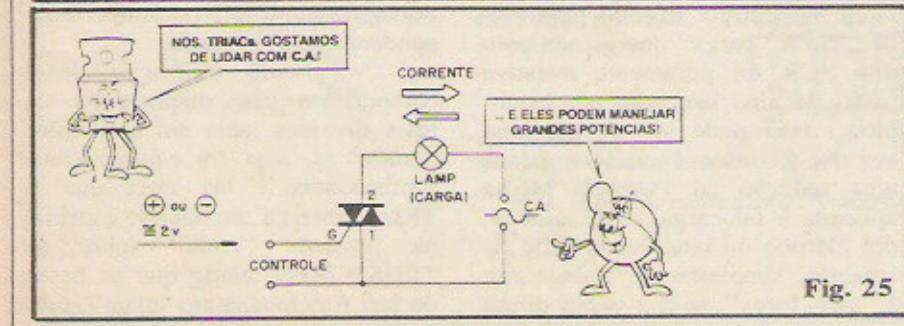

Fig. 25
- FIG. 25 - Diagrama circuitual básico, para utilização do TRIAC. Normalmente o componente fica intercalado entre a "carga" e a alimentação de C.A. (via seus terminais principais, "1" e "2"), enquanto que o sinal de controle ou de "autorização" é (como no SCR...) fornecido através do seu terminal de gate (G). Existe outra fundamental diferença no TRIAC (com relação ao SCR) justamente na polaridade do sinal de "disparo"... Sendo um dispositivo estruturado para trabalhar sob CA, tanto pulsos POSITIVOS quanto NEGATIVOS podem "gatilhá-lo"...! Essa característica facilita muito a circuitagem, de modo que o TRIAC possa ser disparado em qualquer dos semi-ciclos da CA... Em qualquer caso, a Tensão do sinal de disparo deve estar num nível aproximado de 2V e a Corrente de gate pode situar-se entre uma ou duas dezenas de milíampéres, até várias centenas de milíampéres (o que nos leva a raciocinar que TRIACs são, inerentemente, menos sensíveis do que SCRs...).